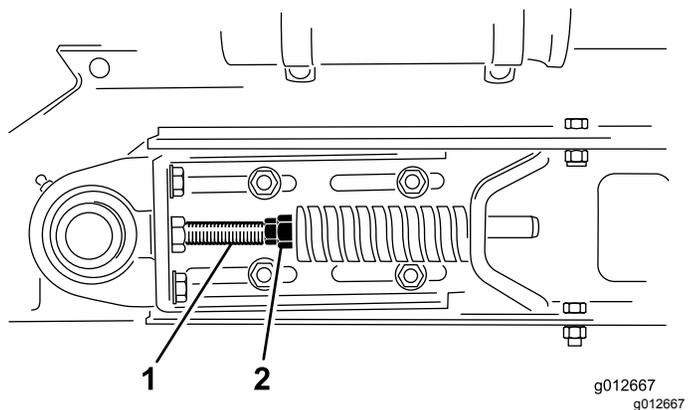

Figura 25
1. Desaperte as porcas de retenção frontais e traseiras na barra de tensionamento para libertar a tensão da mola (Figura 25).